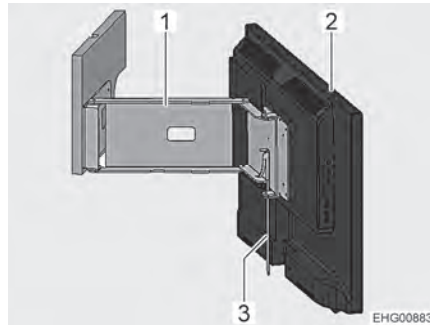

Fig. 71 Schermo piatto sul braccio snodato
- Spostare la leva (Fig. 71,3). Il braccio snodato (Fig. 71,1) è sbloccato.
- Girare lo schermo piatto (Fig. 71, 2) nella posizione desiderata.